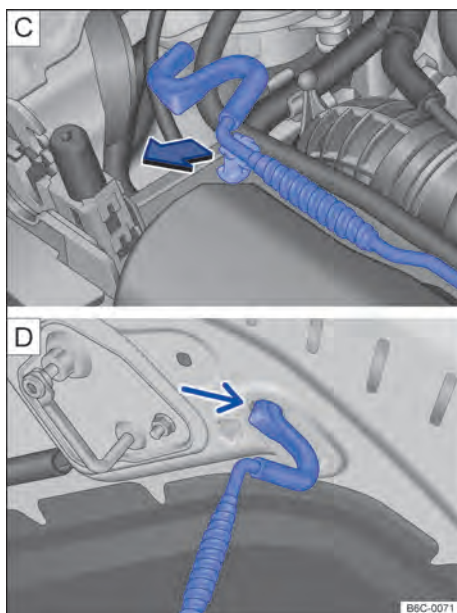

Fig. 146 [C] Haste de sustentação da tampa do compartimento do motor. [D] Tampa do compartimento do motor apoiada na haste de sustentação.
- Retirar a haste de sustentação do suporte no sentido da seta → Fig. 146 [C] e posicioná-la na abertura na tampa do compartimento do motor → Fig. 146 [D]. ▶
- Retirar a haste de sustentação do furo → Fig. 146 [D] e encaixá-la no suporte do fecho → Fig. 146 [C].